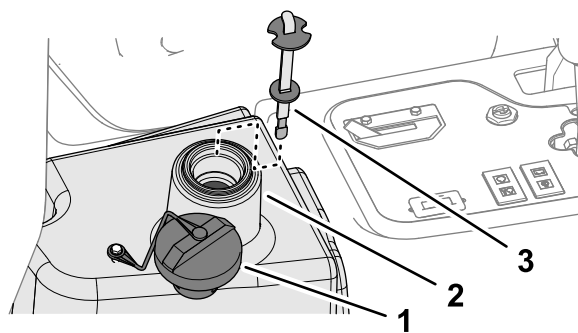

Figura 93
4. Llene el depósito (Figura 93) con aproximadamente 22.7 litros (6 galones US) de fluido hidráulico; consulte Especificación del fluido hidráulico (página 62).